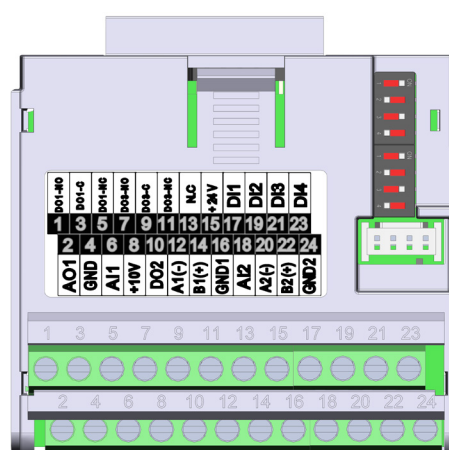

Figura 20.4: Modulo plug-in CFW500-CRS485
Il modulo plug-in CFW500-CRS485 ha l'interfaccia Seriale (1) tramite porta RS-485 sui terminali 12 (A-) e 14 (B+), e l'interfaccia seriale (2) tramite un'altra porta RS-485 sui terminali 20 (A2+) e 22 (B2+), v. Figura 20.4 a pagina 20-1. Vedere anche: GND1 sul morsetto 16 e GND2 sul morsetto 24 sono isolati tra loro e da GND sul morsetto 4.